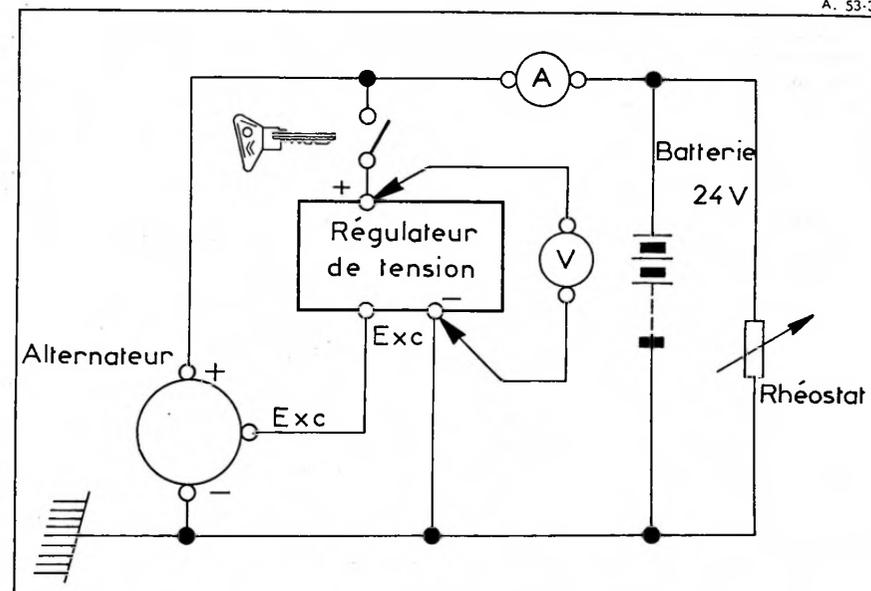

Fig. 2 Contrôle du régulateur
- Réaliser le branchement (ci-contre figure 2) à l'aide d'un ampèremètre A, d'un voltmètre V, et d'un rhéostat.